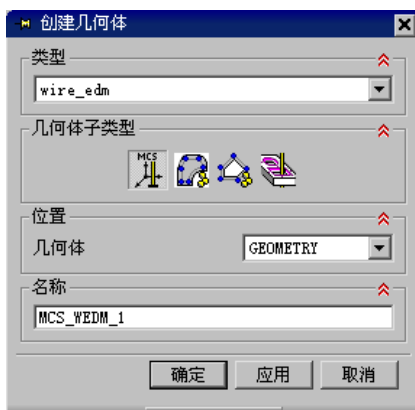

图 8.2.2 “创建几何体”对话框
Step1. 在操作导航器中选中节点  **MCS_WEDM**，然后右击，在系统弹出的快捷菜单中选择 **插入**  **几何体** 命令，系统弹出图 8.2.2 所示的“创建几何体”对话框。